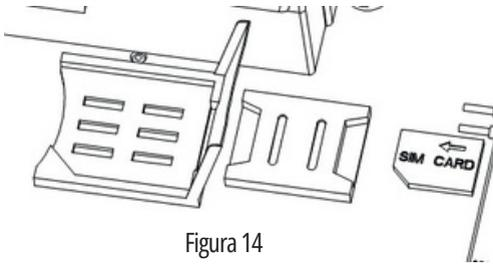

Figura 14
1. Antes de ligar o dispositivo, abra o gabinete (Figura 14) e use um cartão SIM 3G para instalar em um dos slots do cartão SIM. (Figura 14). O slot maior é para o cartão micro SIM e o outro é para o cartão Nano SIM.
Slot do cartão Nano SIM: Insira o cartão SIM no slot diretamente, conforme mostrado na Figura 14.